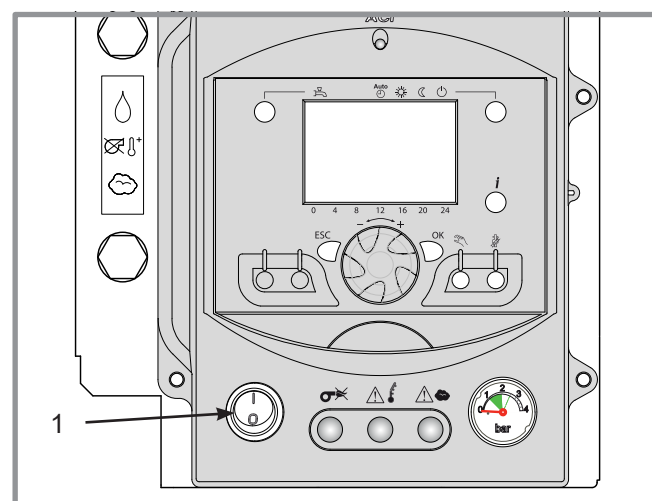

fig. 33 - Tableau de contrôle et régulation
- Enclencher le bouton marche/arrêt (repère 1, fig. 33).
- Activer la fonction "ramoneur" (appui bref : repère **R** fig. 33).
- Après le réglage du brûleur, ne pas oublier de désactiver la fonction "ramoneur"(repère 2, fig. 33).